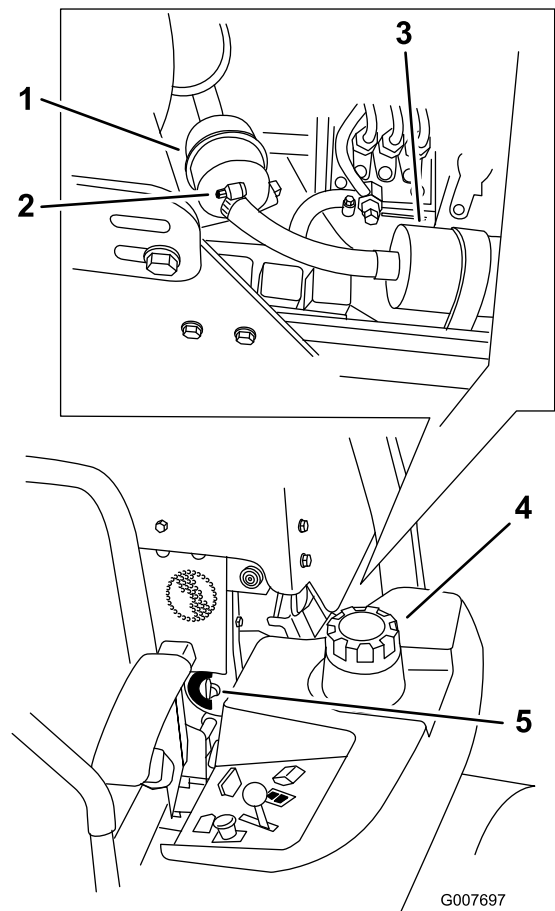

Figura 44
4. Chiudete la valvola di intercettazione del carburante (Figura 44).
5. Allentate le 2 fascette stringitubo e scollegate i tubi del carburante dal filtro carburante (Figura 44).
6. Montate un nuovo filtro. Collegate i tubi del carburante al filtro carburante e montate le 2 fascette stringitubo (Figura 44).